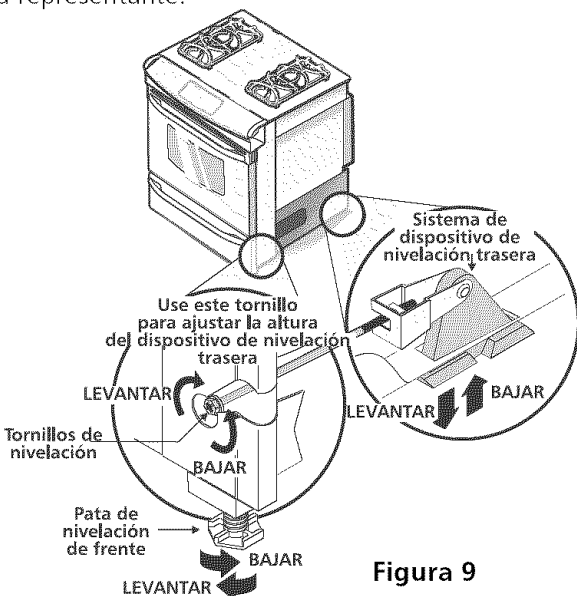

Figura 9
2. Baje el aparato, las 4 patas de nivelación alternadamente, hasta que la parte baja de la superficie de cocción repose sobre el mostrador (figura 9).